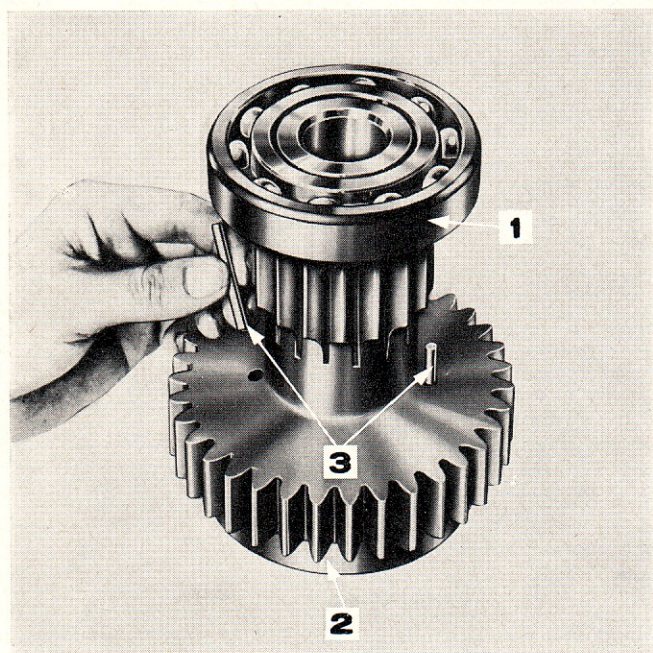

Figure 24: Mise en place de tiges d'acier dans l'arbre intermédiaire secondaire
2. Examiner de même le roulement avant de l'arbre intermédiaire secondaire et, si nécessaire, le déposer à l'aide des outils No. 1003, 951, 630-5, 625-2 et de deux tiges d'acier de 4,8 mm ϕ et de 50,8 mm de long. Insérer les deux tiges à travers les trous de chasse du pignon pour arrêter le roulement (fig. 24). Monter alors l'ensemble sur les outils mentionnés plus haut de manière que les tiges chassent le roulement. Utiliser les outils mentionnés au paragraphe 1 ci-dessus pour poser le nouveau roulement avant.